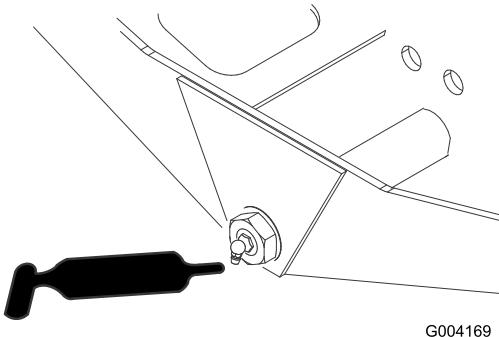

Figura 51
- Pivote de dirección del eje (1)—Figura 51